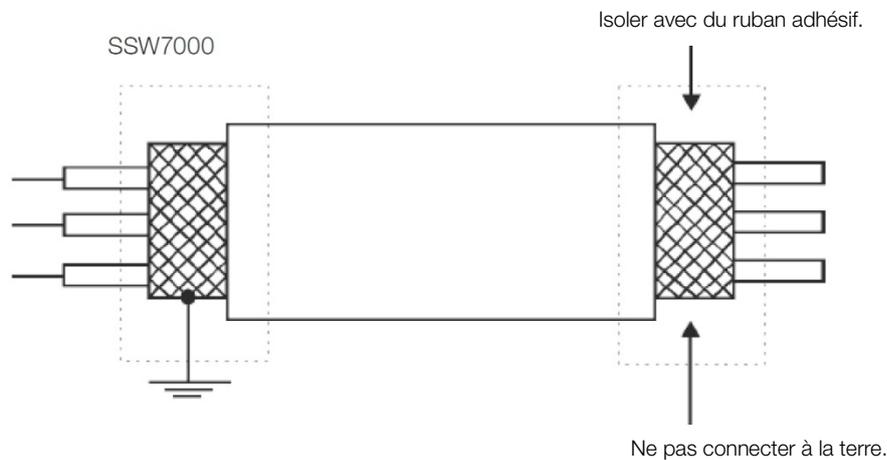
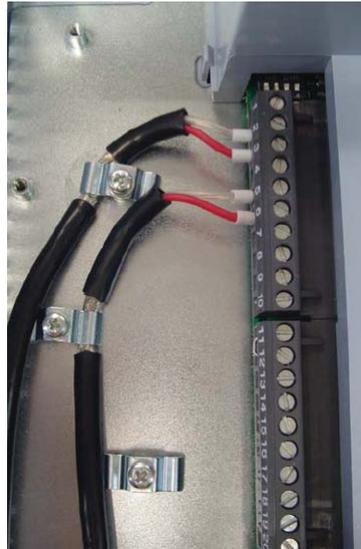

Figure 5.38: Raccordement de blindage
Figure 5.39: Exemple de raccordement de blindage du connecteur XC1
- La Figure 5.38 présente le raccordement du blindage. Se référer à l'exemple de raccordement de blindage présenté dans la Figure 5.39.